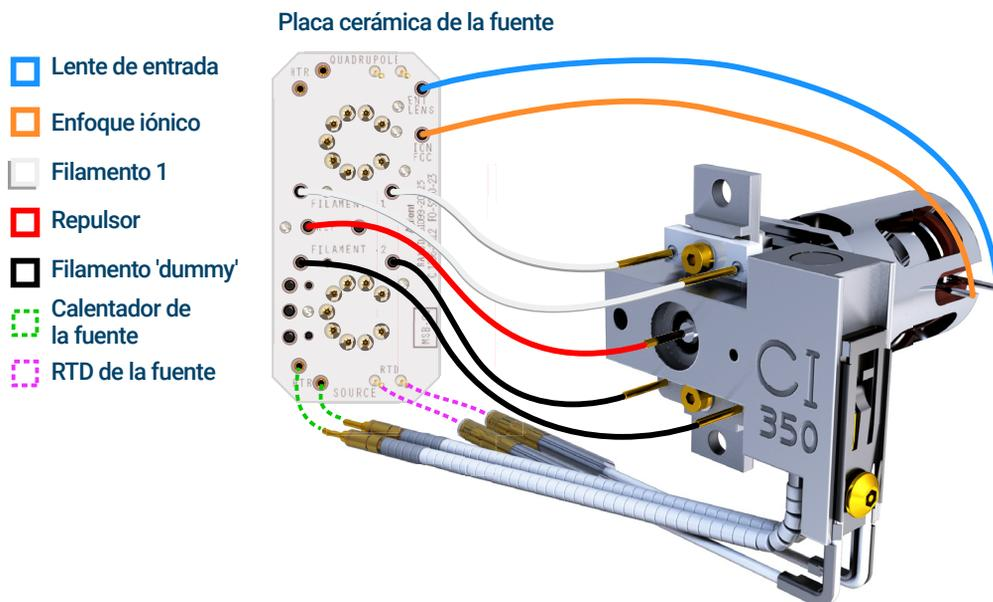

Figura 84. Cableado entre la placa cerámica de la fuente y la fuente CI
- 1 Use pinzas o alicates para conectar/desconectar los cables de la placa cerámica de los conectores de la fuente. (Consulte la **Figura 84**).